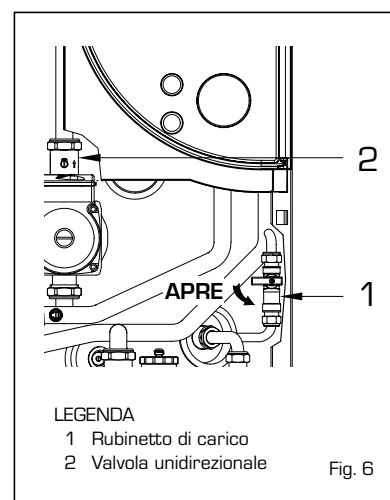

Fig. 6
2.5 RIEMPIMENTO IMPIANTO (fig. 6)